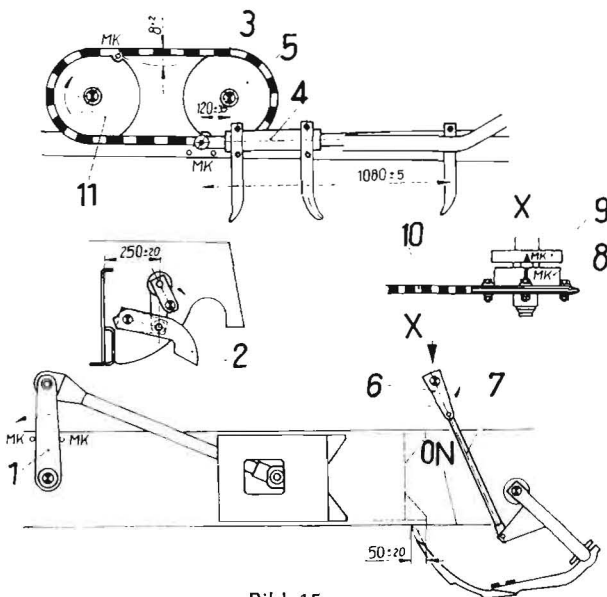

Bild 15
Die Zuordnung aller Arbeitsorgane ist im Bild 15 dargestellt. Der Kurbelarm (1) ist zwischen die Markierungen (MK) zu stellen. Werden die Einstellwerte nach Bild 15 nicht erreicht, ist wie folgt zu verfahren.
- Die Kurbel (6) der Knüpfervelle muß mit der Nadelzugstange (7) eine gestreckte Linie bilden. Die Kurbel ist von Hand in die gewünschte Stellung zu bringen.
- Die Markierungen (MK) auf dem Schaltrad (8) und der Schaltkurbel (9) müssen übereinstimmen. Nach Auflegen und Spannen der Knüpfervelle-Antriebskette darf die Stellung der Markierungen voneinander  $\pm 5$  mm abweichen. Ist die Abweichung größer, so ist die Kette neu aufzulegen.
- Zur Kontrolle der richtigen Zuordnung zum Preßkolben ist die Schaltung von Hand durch Ziehen des Schaltbügels nach oben auszulösen und die Schwungscheibe so lange zu drehen, bis die Nadelspitzen mit den Oberkanten der Nadelschlitz (ON) am Kanalboden einander vergleichen. In dieser Lage der Nadeln müssen die vorderen Stoßecken des Preßkolbens die Nadeln  $50 \pm 20$  mm, gemessen an der Oberkante Nadelschlitz (ON), überfahren haben. Nach längerer Betriebsdauer dehnen sich die Ketten und es macht sich eine erneute Überprüfung der Zuordnung erforderlich (Bild 15).
- Überprüfung der Zuordnung zwischen den einzelnen Arbeitsorganen (Bild 15)